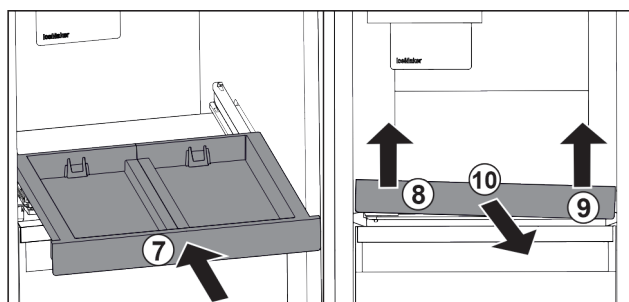

Fig. 43
- Työnnä vetotaso sisään. Fig. 43 (7)
- Nosta vetotasoa edestä vasemmalta. Fig. 43 (8)
- Nosta vetotasoa edestä oikealta. Fig. 43 (9)
- Vedä vetotaso eteenpäin pois. Fig. 43 (10)